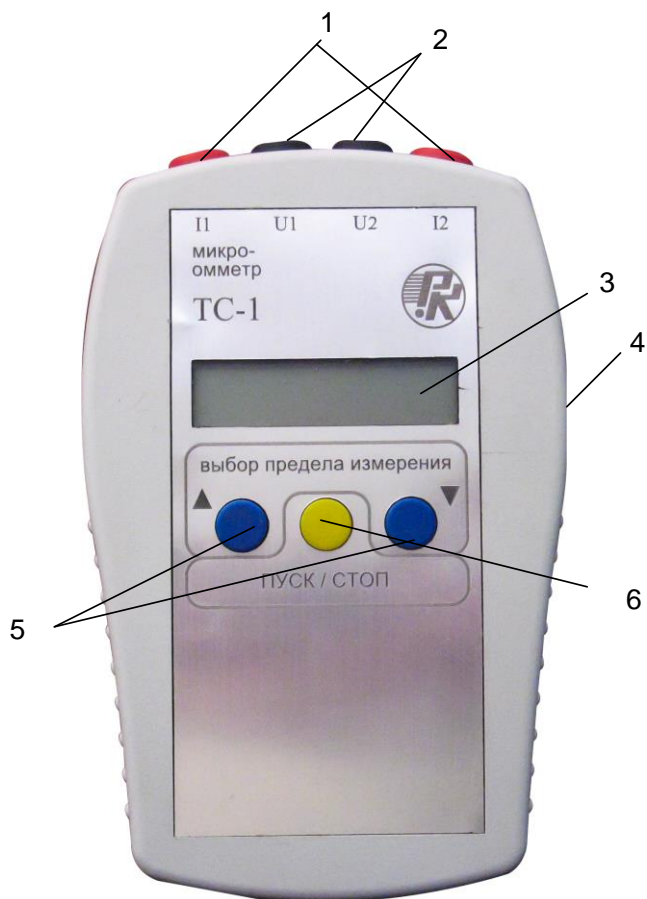

Рисунок 1.1
1.3.2 На верхней панели (рисунок 1.1) омметра расположены: 1 - клеммы для подключения токовых выводов объекта измерения; 2 – клеммы для подключения потенциальных выводов объекта измерения входного; на передней панели расположены: 3 - табло индикации результатов измерения; 5 – кнопки выбора предела измерения; 6 - кнопка ПУСК/СТОП для управления режимами работы; на правой боковой панели расположен - 4 – выключатель питания прибора.